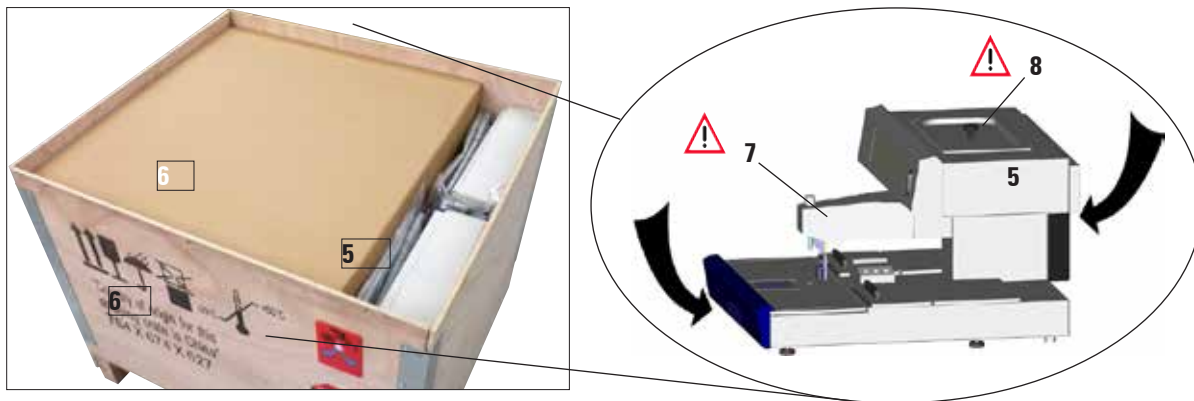

Fig. 5
4. Para alzar el equipo (5), sujetarlo solo por delante y por detrás en los extremos inferiores de la base de la carcasa (flecha en el detalle de la fig. 5) y sacarlo del acolchado del suelo (6).